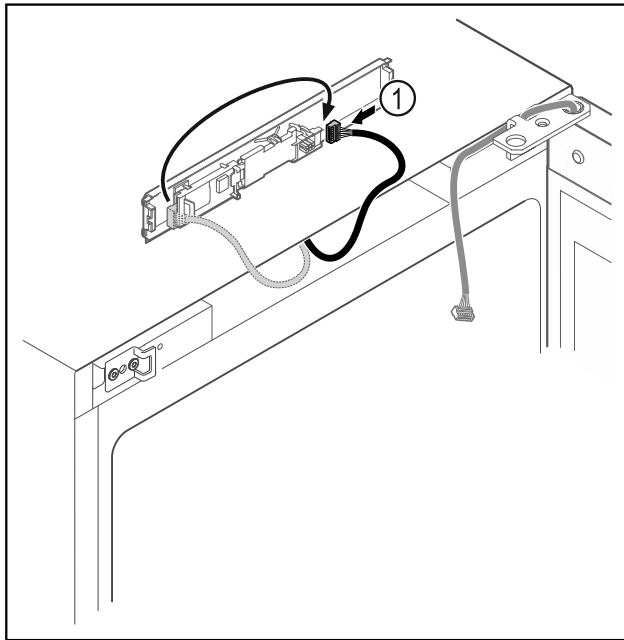

Fig. 15
- Brancher le connecteur Fig. 15 (1) de l'autre côté.